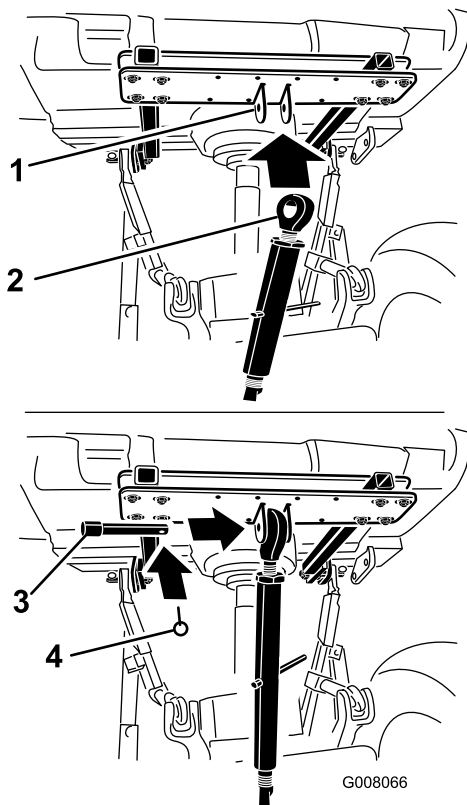

Figure 8
6. Accouplez le le bras de liaison supérieur à la patte de la barre transversale et fixez l'ensemble avec un axe d'articulation et une goupille à anneau (Figure 8).